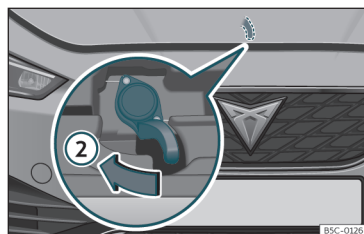

Fig. 213 Palanca bajo el capó.
• Para levantar el capó haga presión hacia la izquierda con la palma de la mano hacia abajo en la palanca situada debajo del capó, en el centro »» fig. 213 ②. Los ganchos de sujeción quedan desbloqueados.